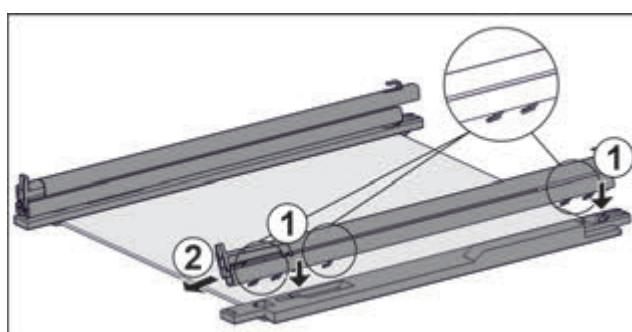

Fig. 100 Скляна пластина з рейками та деталями для підтримки
- Одягти гаки рейки на отвори **лівої** деталі для підтримки. Fig. 100 (1)
- Потягніть рейку вперед. Fig. 100 (2)
- Одягти гаки рейки на отвори **правої** деталі для підтримки. Fig. 100 (1)